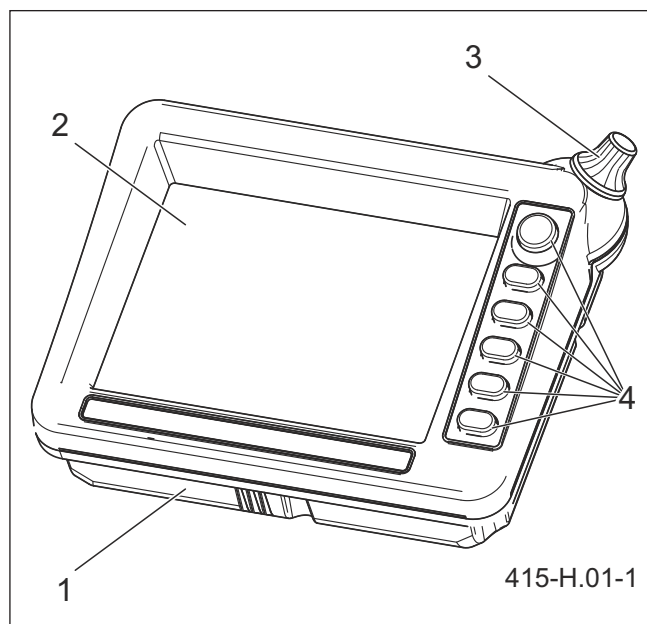

Рисунок 4.1 Общее устройство пульта управления
(1) корпус (2) жидкокристаллический дисплей (LCD)
(3) рукоятка изменения параметров
(4) функциональные кнопки
Пульт управления (РИСУНОК 4.1) состоит из корпуса (1), цветного жидкокристаллического дисплея (2), рукоятки (3) для изменения параметров и шести функциональных кнопок (4).